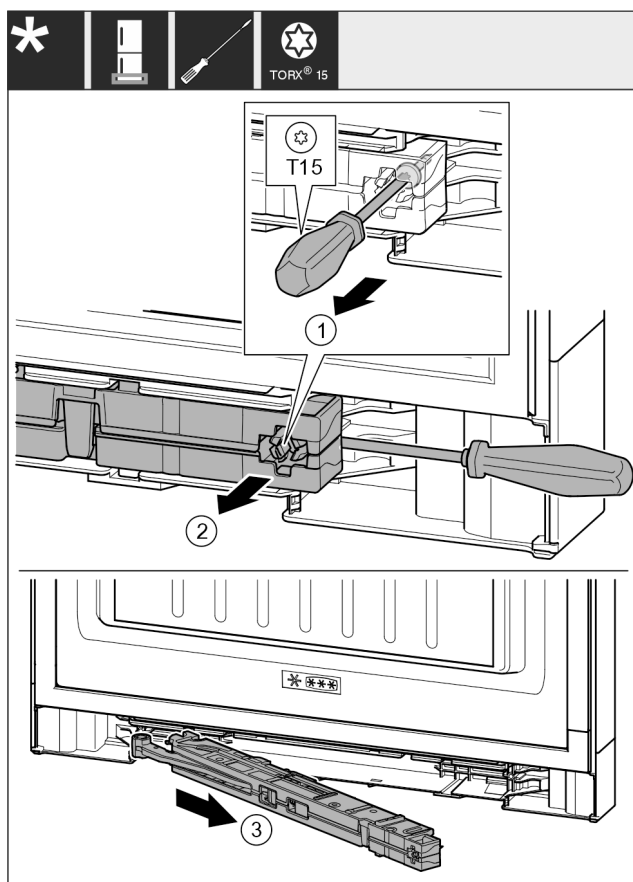

Fig. 21
- Desserrer la vis Fig. 21 (1) de l'unité d'amortissement de fermeture au moyen d'un tournevis 14 mm.
- Décrocher l'unité d'amortissement de fermeture Fig. 21 (2) côté poignée vers l'avant avec un tournevis.
- Retirer l'unité d'amortissement de fermeture Fig. 21 (3).